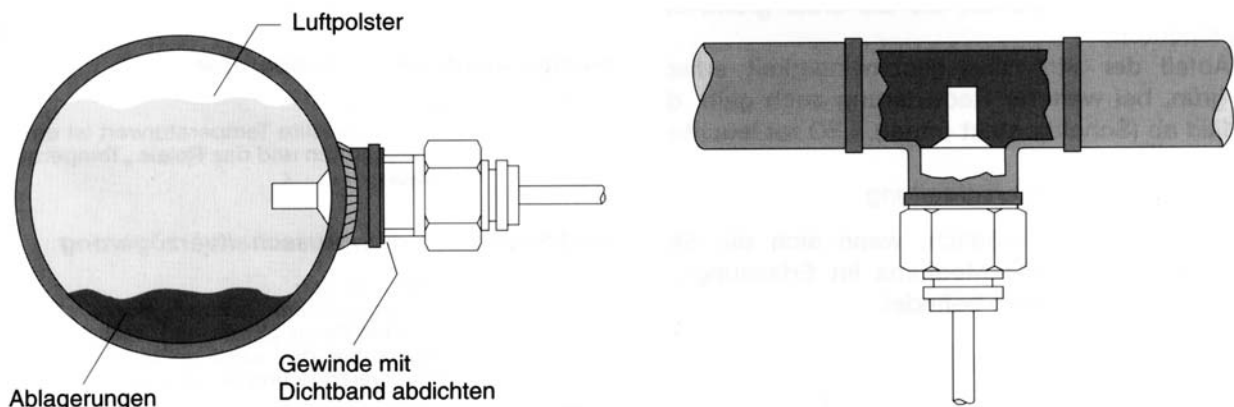

Abb. 2: Einbau seitlich
- Bauen Sie den Strömungswächter in die nach Kap. 4 vorbereitete Rohrleitung ein (siehe auch Abb. 2).
- Bei seitlicher Montage können Luftpolster und Ablagerungen kaum zu Beeinträchtigungen führen, wenn die Messsonde vollständig vom Medium umströmt wird (Abb. 2).
- Falls Sie Luftpolster in der Rohrleitung nicht vermeiden können, ist die Funktion des Strömungswächters beim Einbau von unten in die Rohrleitung gewährleistet, wenn sich die Messsonde noch vollständig im Medium befindet (Abb. 2).